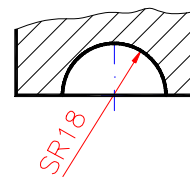

Figura 17
- c) Ca și în cazul sferei, calota sferică se cotează într-o singură proiecție, amplasând înaintea simbolului pentru raza de racordare - R, simbolul: S, (figura 17).